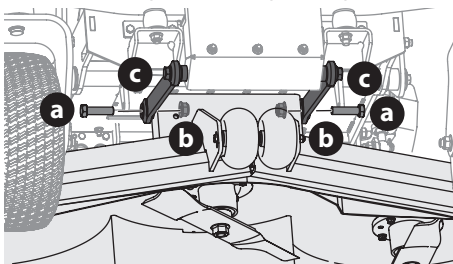

Fig. 59
- Retirez les vis hexagonales (a) et les contre-écrous à embase (b) qui fixent les tiges de commande avant du plateau de coupe (c) au plateau de coupe (Fig. 59).